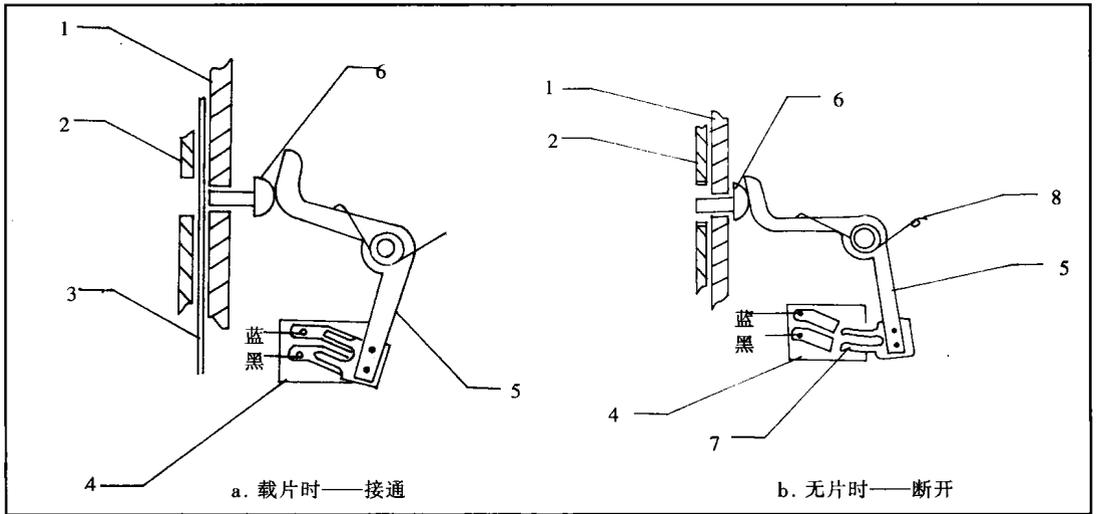

图 1-7 理光 XF—30 胶片开关结构
刷 21 左拉置电刷 21 于开关线板 19 的倒片侧触点 18 上，接通电机的倒片电路，立即进行倒片运转直至倒片结束，由胶片开关（见图 1-7）断开而停机。
7. 倒片结束自动停机机构(图 1-7)
关专为倒片结束自动停机而设。该机胶片开关设在主机八牙轮侧边，见图 1-7。